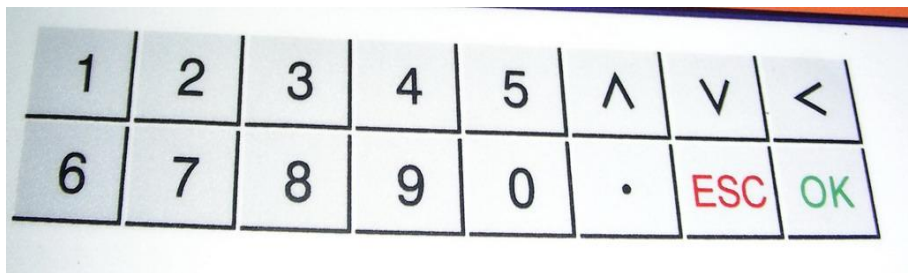

图3 按键
4) 右下方展示了仪器的面板键盘，接盘结构如图 3 所示，详细的按键功能如下。